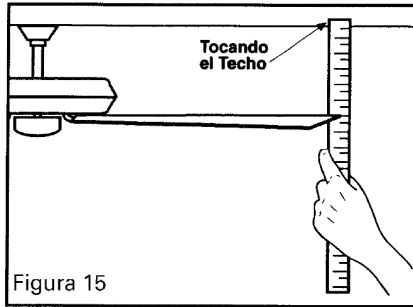

Figura 15
2. Muchos de los problemas de oscilación se producen cuando la altura de las aspas son desiguales. Verificar altura seleccionando un punto en el techo sobre la punta de una de las aspas. Medir desde un punto en el centro de cada aspa al punto en el techo. Medir esta distancia como muestra la Figura 15. Rotar el ventilador hasta que la próxima aspa quede en posición para cada aspa. Las medidas deben mantenerse dentro de 1/8". Operar el ventilador por 10 minutos.